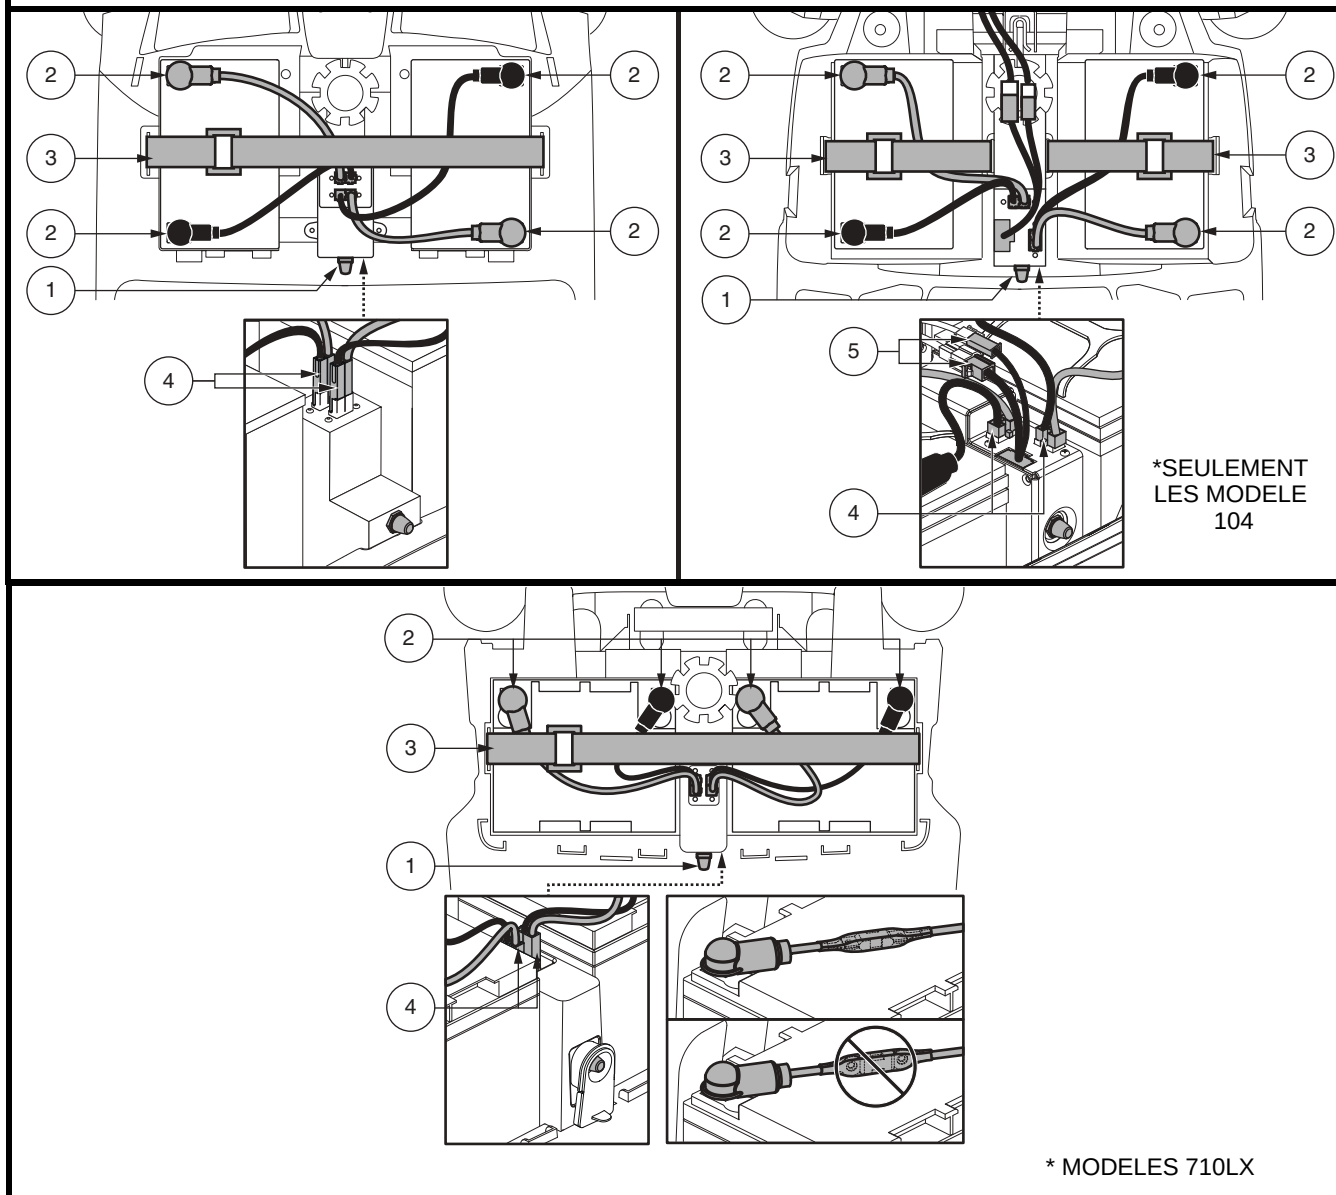

Figure 11. Enlèvement/installation des batteries et connexions
2. Détachez les courroies des batteries. Voir la figure 11.
3. Débranchez les batteries en appuyant sur les languettes des connecteurs du faisceau de la batterie et en les tirants vers le haut. Voir la figure 11.
6. Placez une nouvelle batterie dans chaque puits. Faire face aux bornes de chaque batterie en face de l'autre et vers les côtés extérieurs du scooter. Voir la figure 11.